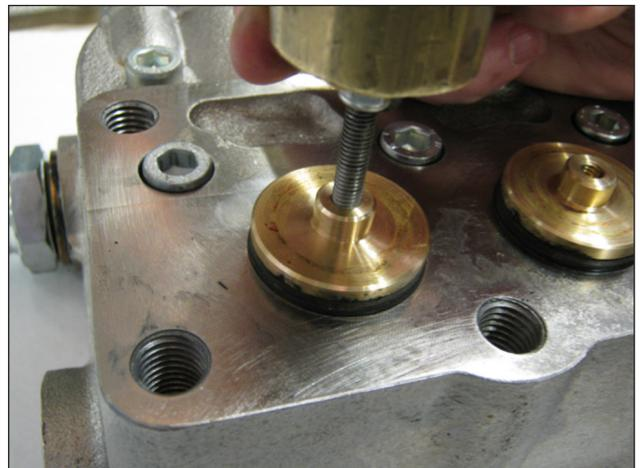

Fig. 17
- Les bouchons des soupapes d'aspiration et de refoulement des pompes KT24-26-28-30-32 - KTR-28-32 - WK155-WK6 (Fig. 17) ;